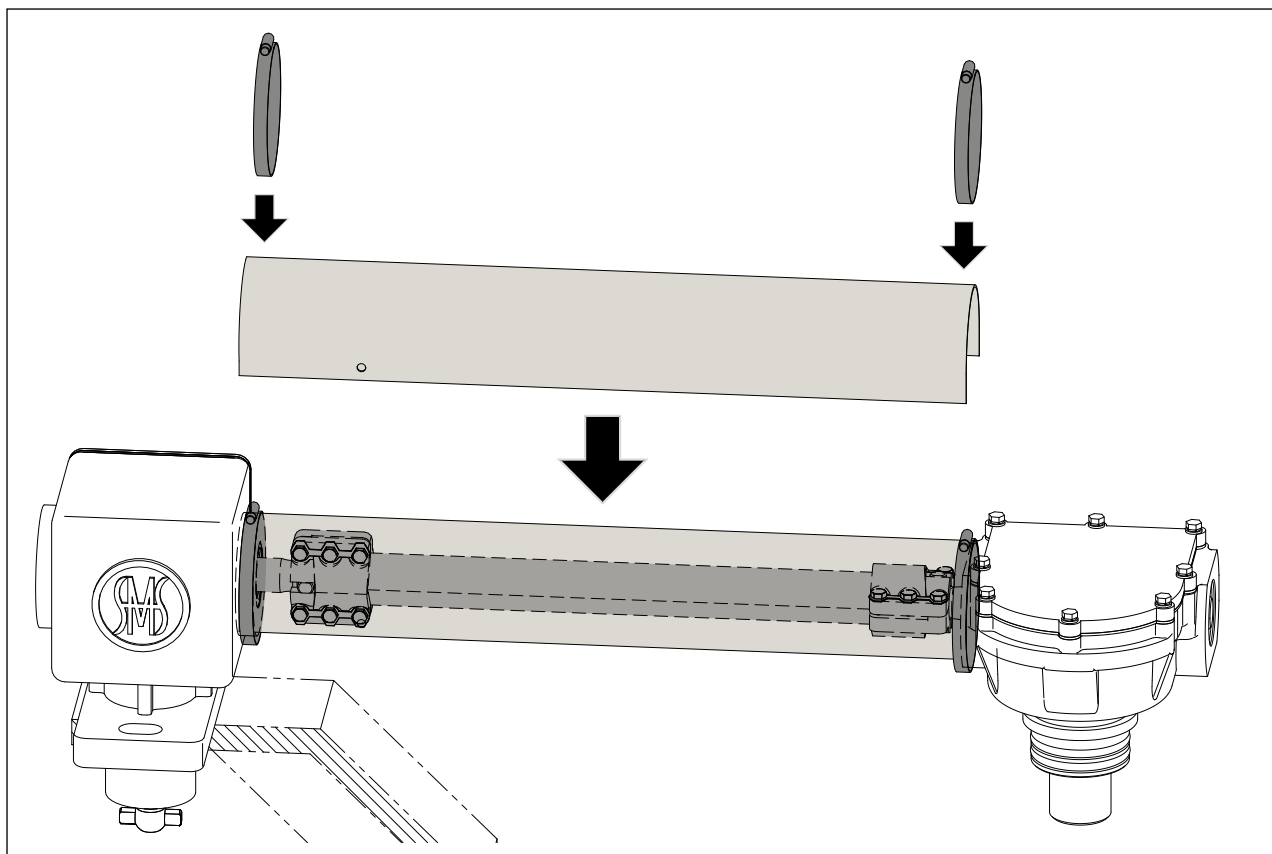

图 8-9 安装水平防护罩
2. 将防护罩置于扁齿轮盒与伞齿轮盒的安装面上，滑动卡箍至安装面并紧固（见图 8-9）。